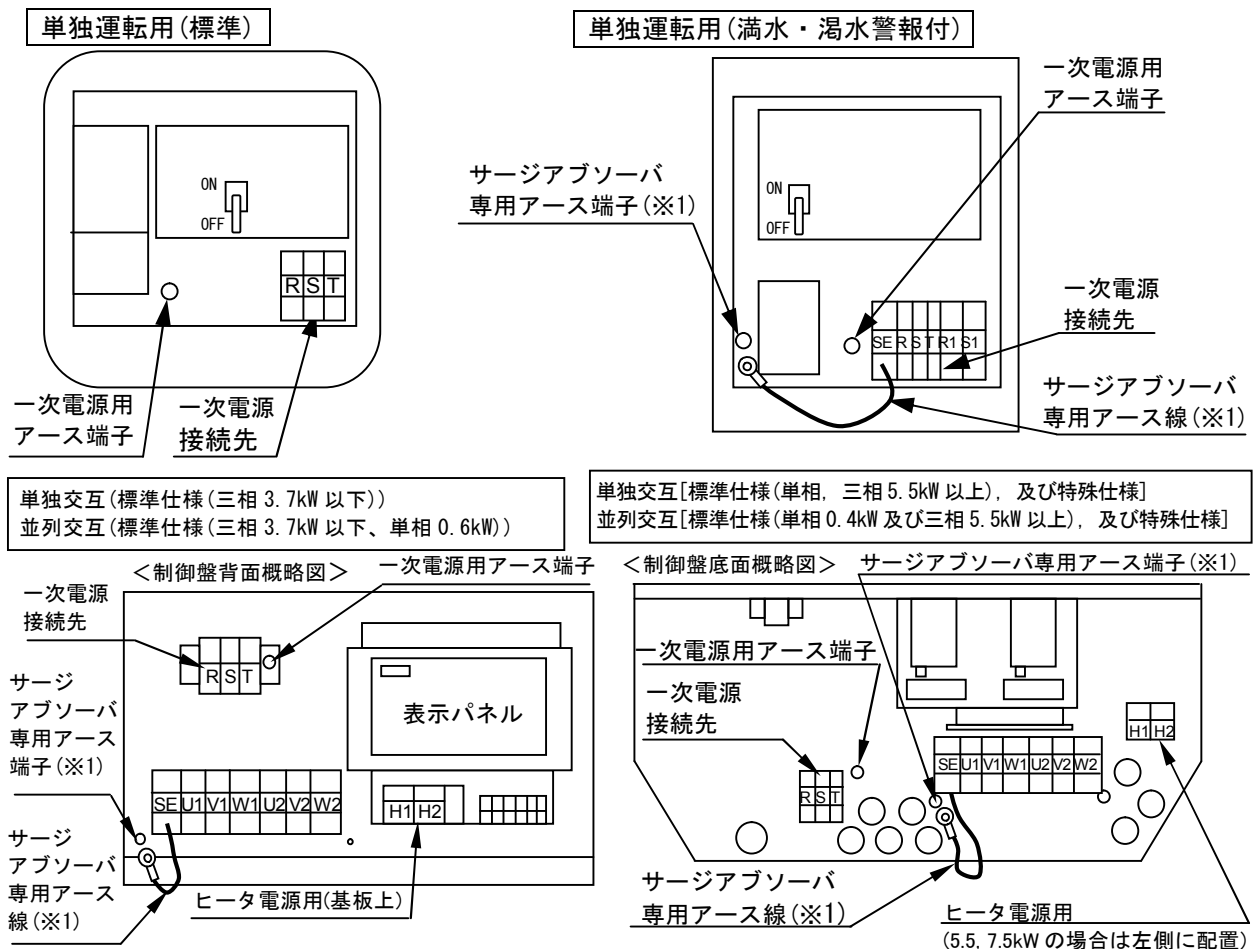
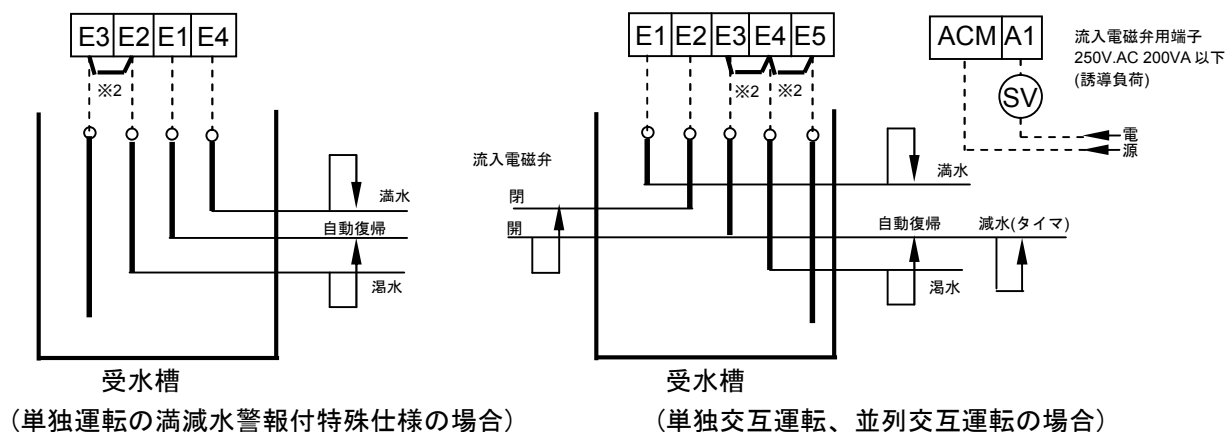

図 4
図 5
- (1) この給水装置は、主要部品（電動機、フロースイッチ、圧力センサまたは圧力スイッチ）の電気配線は行ってありますが、一次電源は配線してありませんので、本項内の図、または制御盤内の結線図に従って行ってください。
- (2) 一次電源の配線の際は、一次電源のアース線を一次電源用アース端子に接続してください。単相機種及び三相 0.4~1.1kW 機種については、サーミアブソーバ専用アース線を、専用のアース端子に接続してください(次頁図 4※1)。電源端子台付近に結束バンド固定具が取り付けられている場合は、結束バンドを用いて、配線を強固に固定してください。
- (3) この給水装置は、一次電源側に開閉器(配線用遮断器又は漏電遮断器)が入っておりませんので、必ず取付けてください。
- (4) 開閉器を入れる前に次の点を調べてください。
- ①遮断器（ヒューズ）は適切なものが入っているか。
- ②配線は、間違いはないか。
- ③接地（アース）は、確実に施工してあるか。
- ④電動機端子が、1本でもゆるんだり、はずれたりしていないか。ゆるんだり、はずれた状態で運転されると欠相運転となり、電動機は焼損しますのでご注意ください。
- (5) 単独交互運転、並列交互運転の場合、及び単独運転の満減水警報付（特殊仕様）の場合、ポンプ空転防止のため、制御盤内に液面キットを内蔵してありますので、受水槽の電極との接続が可能です。配線は次頁図5のように行ってください。また、単独交互運転、並列交互運転の場合、電極を5極にすることにより、流入電磁弁の開閉を行うことができます。流入電磁弁用端子を使用
- (6) 現地で制御盤に進相コンデンサ(SC)を付けることはできません。別途、特殊仕様盤にて対応しております。
- (7) 当社の銘板がついている電動機は、電圧は定格電圧の±5%以内、電源周波数変動は±2%、電圧と周波数の両方の変化の絶対値の和が5%以内まで差し支えないようになっていますが、その範囲を超えてのご使用は故障の原因となりますのでご使用しないでください。